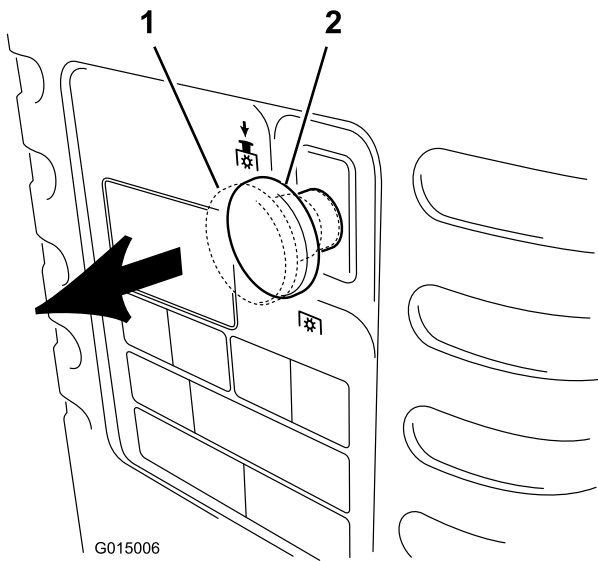

Bild 8
2. Ziehen Sie das ZWA-Handrad heraus in die On-Stellung (Bild 8).
2. Stellen Sie den Zapfwellenantrieb (ZWA) auf Aus“ (Bild 8).